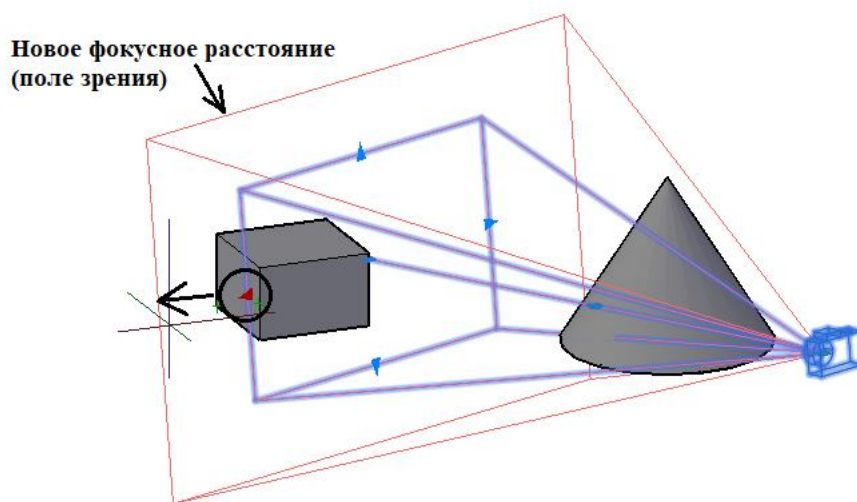

Рисунок 3.106 – Процесс изменения фокусного расстояния камеры
3. Перетащить щелчком-протяжкой мышки ручку для изменения приближения объектива (рис. 3.106).